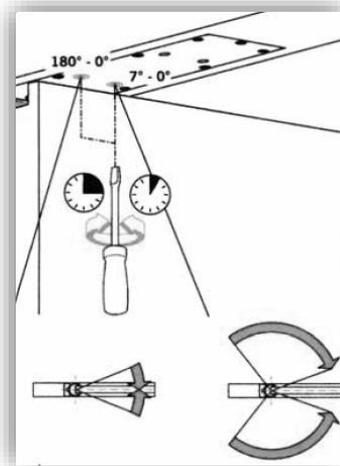

Figure 19 - Réglage de la course des pivots linteau asservis (AEM)
- **VV LINTEAU ASSERVI (AEM) (Figure 19)**